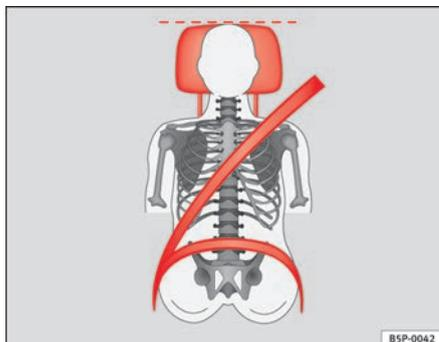
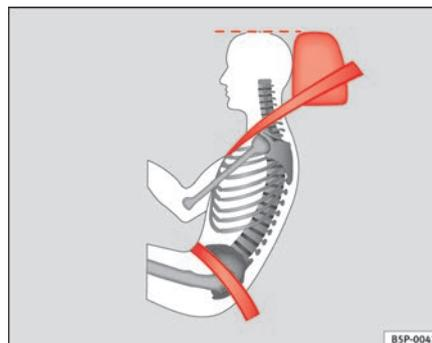

Fig. 90 Visto de frente: apoyacabezas y cinturón ajustados correctamente
Fig. 91 Visto de lado: apoyacabezas y cinturón ajustados correctamente
- Ajuste el apoyacabezas de modo que el borde superior del mismo quede a la misma altura que la parte superior de la cabeza, como mínimo a la altura de los ojos ⇒ fig. 90 y ⇒ fig. 91.